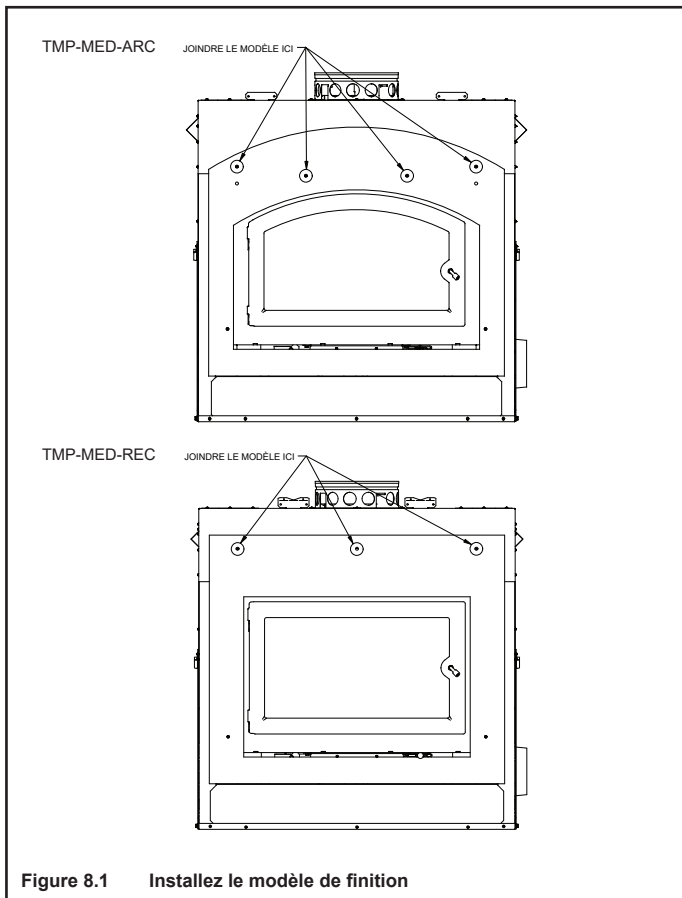

Figure 8.1 Installez le modèle de finition
- Installez le modèle sur le devant du foyer (figure 8.1) avec les vis retirées ou fournies.